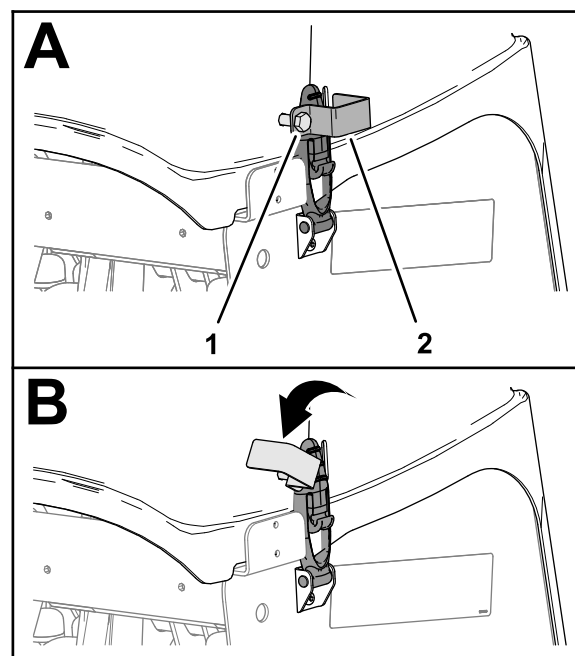

Рисунок 149
1. Если ваша машина оснащена фиксаторами в соответствии с требованиями ЕС, ослабьте болт стопорной пластины так, чтобы стопорная пластина вышла из паза в боковой части кожуха вала аэратора (Рисунок 149).
2. Поверните стопорную пластину, чтобы освободить фиксатор (Рисунок 149).